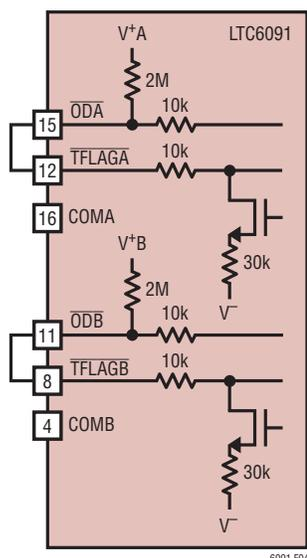

図4. TFLAGピンを使用した
- 最も単純な動作の場合、図4に示すように、チャンネルのCOMピン(COMAおよびCOMB)を両方ともフロート状態にし、 \overline{ODA} を \overline{TFLAGA} に、 \overline{ODB} を \overline{TFLAGB} に接続します。ダイ温度が約 145°C に達すると、出力段は両方とも安全にディスエーブルされます。この構成では、 V^- がグランドを基準にして -3V よりも低くバイアスされている限り、両方のCOMピンをグランドに接続して適切なサーマル・シャットダウンを実現することができます。